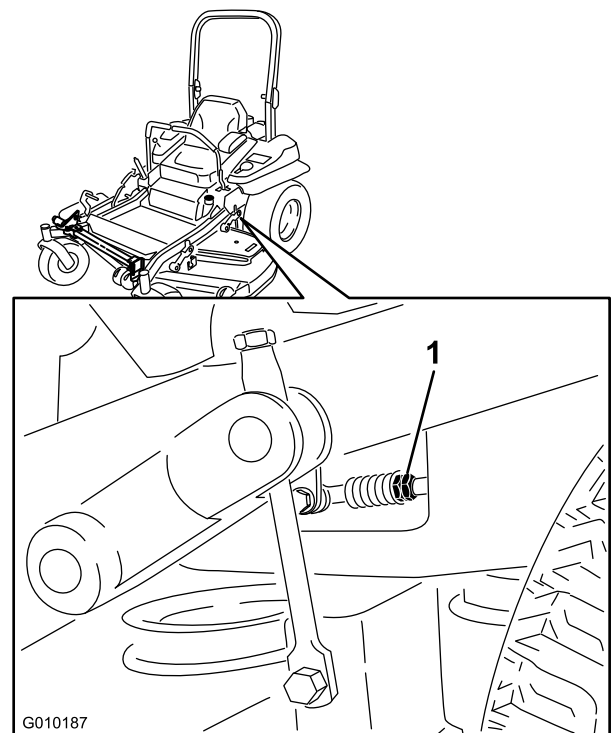

Bild 78
7. Stellen Sie die Fahrtriebshebel in die Neutralstellung. Stellen Sie die Länge der Pumpstange ein, indem Sie die Doppelmuttern an der Stange so weit in die entsprechende Richtung drehen, bis sich das Rad leicht zurückdreht (Bild 78). Stellen Sie die Fahrtriebshebel in die Rückwärtsstellung und üben Sie etwas Druck auf den Hebel aus, damit die Federn die Hebel wieder in die Neutralstellung bringen. Das Rad darf sich nicht mehr drehen, kann sich aber leicht rückwärts drehen.